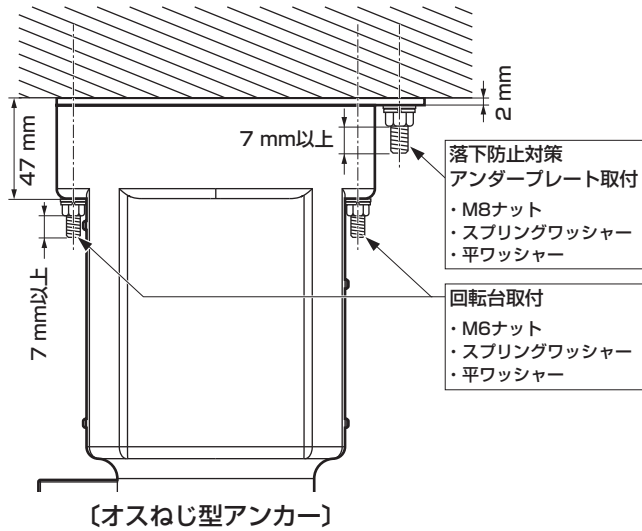

図1
- オスねじ型アンカーに取り付ける場合は、回転台とアンダープレートを取り付けたナットからアンカーボルトが7 mm 以上出ていることを確認してください。（図1）